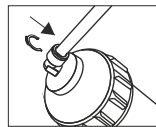

Bild. 9
- 4) Verbindung mit Sicherungsslip versehen (Bild 9).